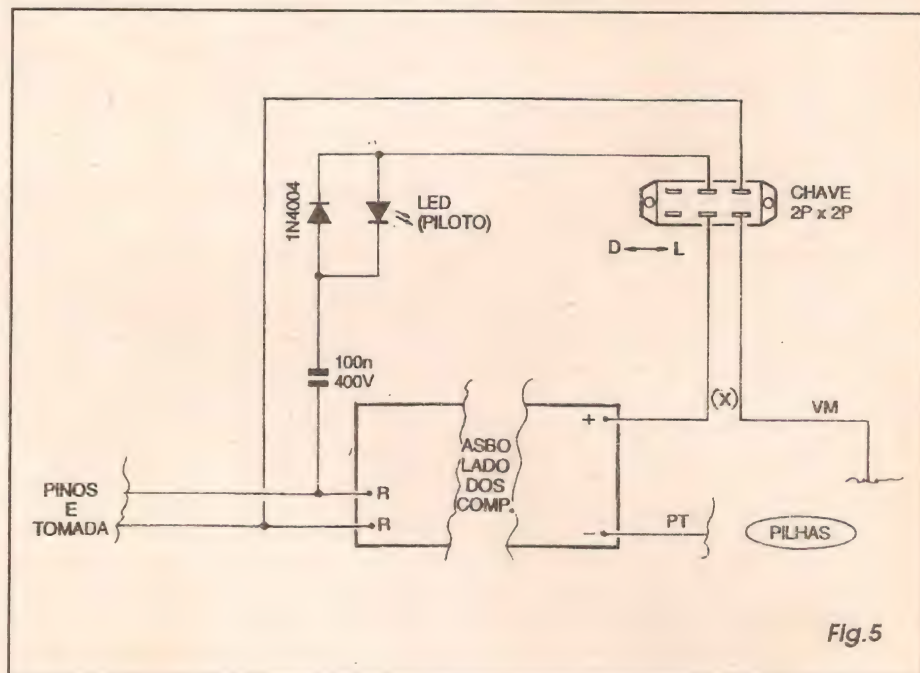

Fig.5
- **FIG. 5 - INCLUSÃO (OPCIONAL...) DE UM INTERRUPTOR GERAL E DE UM LED PILOTO** - Conforme já mencionamos e mostramos, na sua versão básica, o circuito do ASBO tem as pilhas ligadas de forma *semi-permanente* à parte ativa... Opcionalmente, contudo, pode ser incluído um interruptor geral... Nesse caso, por razões de segurança, recomenda-se ainda a inclusão de um LED piloto, que indique com clareza **duas** circunstâncias: que o circuito *está ligado* e que a conexão à C.A. local *está realmente feita*...! Essas